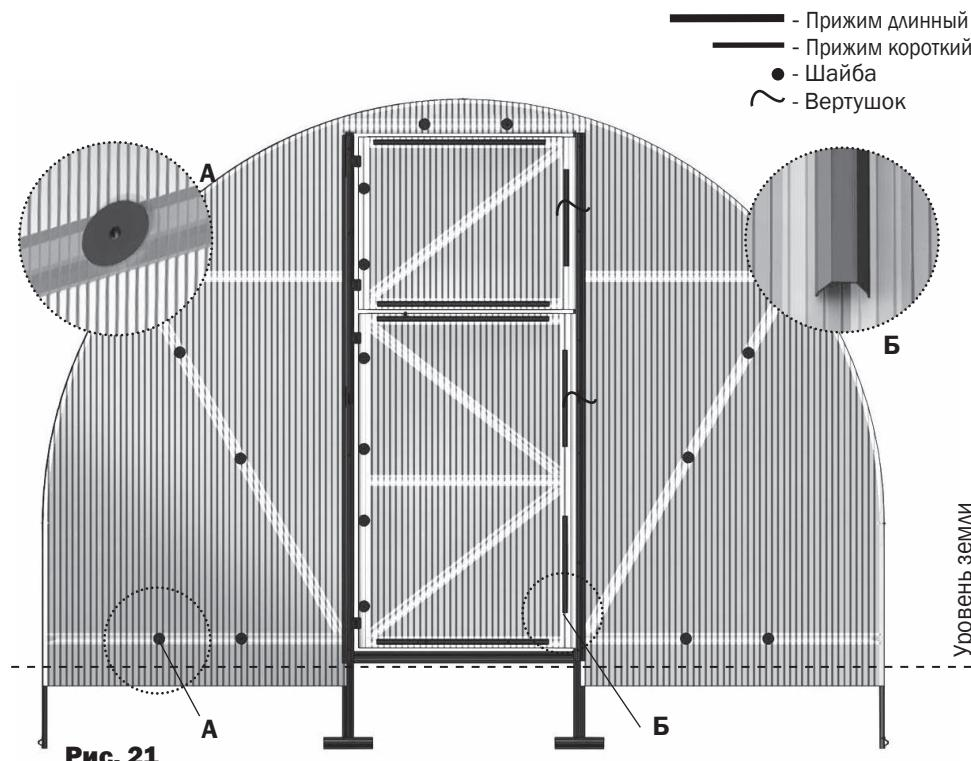

Рис. 21
- Установите боковые куски покрытия торца в соответствии с **рис.15**. Придерживая кусок покрытия, закрепите его винтами с шайбами по деталям **11** и **8** (**рис.21**). Отверстия для винтов выполняются сверлом диаметром 4 мм изнутри теплицы через готовые отверстия в деталях каркаса.
- Соедините детали **9-3** и **9-4** (**рис.16**) и установите их в соответствии с **рис.17** и **рис.20**, оставляя отверстия под вертушки. Вырежьте куски покрытия для установки над дверными проемами и установите их, закрепив шайбами (**рис.21**).
- Закрепите куски покрытия на форточки и двери по стороне навеса петель шайбами, а про другим сторонам - прижимами (**рис.21**), предварительно закрыв соты (оклеив их скотчем). По сторонам, противоположным петлям покрытие должно выступать за каркас на 15 мм (**рис.20**).
- 7.** Шайбы и прижимы на торце устанавливаются в соответствии с **рис.21**.